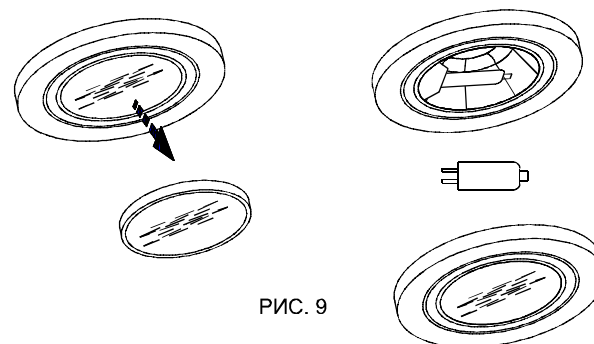

РИС. 9
8.6. Замену электрической галогенной лампы производите в следующей последовательности (рис. 9):